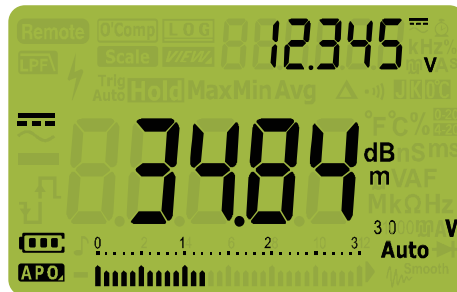

Figura 2-9 Visualizzazione dBm
- 2 Premere Dual Exit A fino a quando non vengono visualizzate le misurazioni di tensione come un valore dBm, come riportato in Figura 2-9.